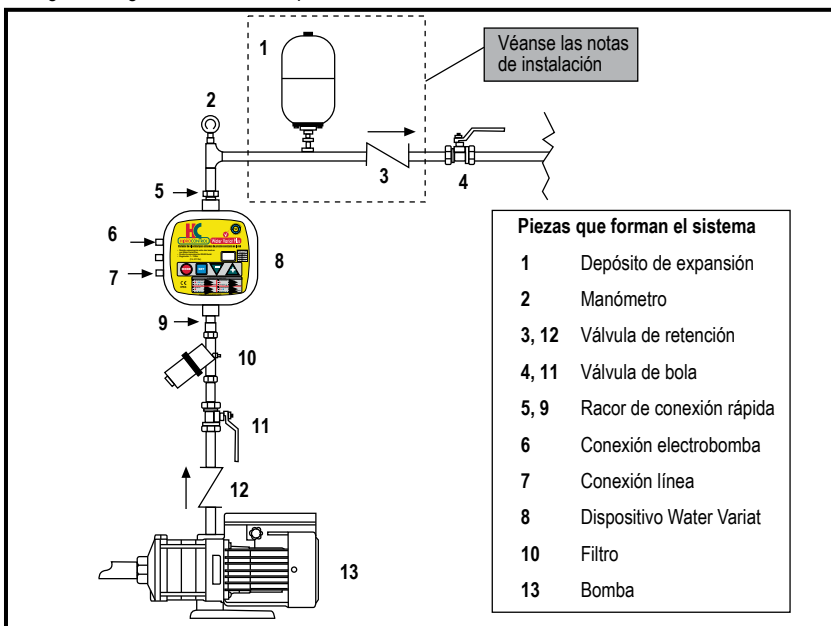

Figura 1: Esquema hidráulico
Instale obligatoriamente una válvula de retención en la tubería entre la bomba y el WATER VARIAT, como se muestra en la Figura 1
En todas las instalaciones donde se puedan crear golpes de ariete (por ejemplo: riego con corte imprevisto del caudal por las electroválvulas), se aconseja montar otra válvula de retención después del WATER VARIAT y un depósito de expansión entre la válvula de retención y el WATER VARIAT (véase la Figura 1 detalles n° 1 y 3). La válvula, montada entre la bomba y el WATER VARIAT ya mencionada (12), sigue siendo necesaria.